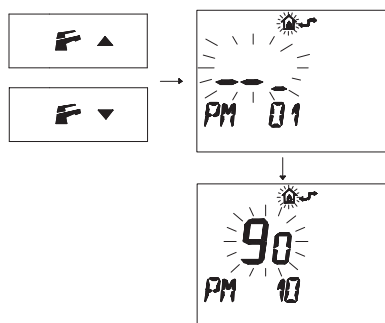

Figura 5.55
- Premere i pulsanti o per visualizzare la programmazione "**PM10**" selezione della frequenza di accensione (Figura 5.55).
Nella Figura 5.55 si visualizza un SET programmato di **90** corrispondente ad un tempo di riaccensione di 3 minuti circa.